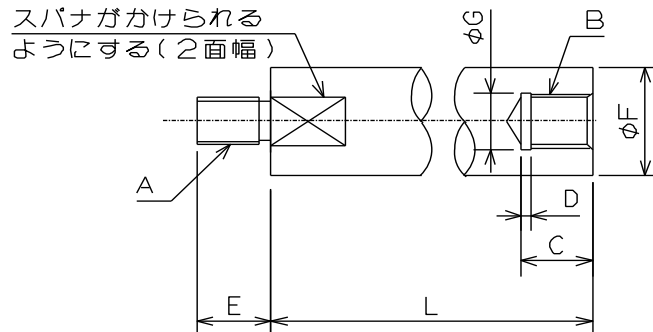

図 31
- ・ ドローバーは図 31 の寸法Bを守り、引張り強さ 380MPa(38kgf/mm²)以上の材質を使用する必要がある。